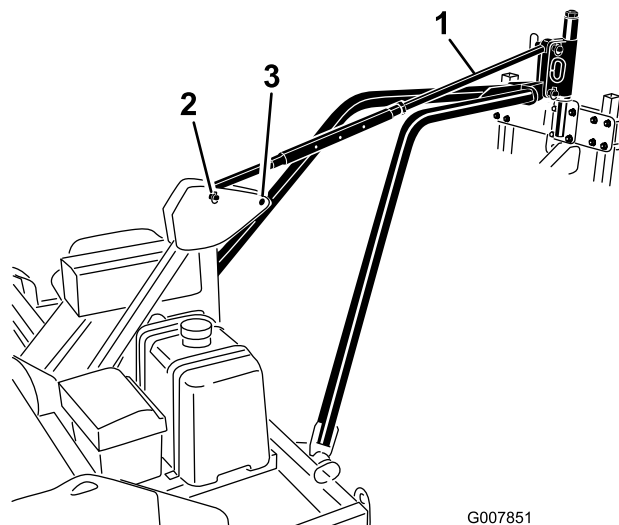

図 14
5. 牽引アーム・ヒッチ・プレートの穴を、エアレータのヒッチ・ピボットの下側の穴に合わせる（図 14）。ヒッチ・ピンとリンチ・ピンを使って、牽引アームのヒッチ・プレートを、エアレータのヒッチ・ピボットに固定する。
7. ヒッチ・ピンとリンチ・ピンを使って、ピッチ・コントロール・リンクを、エアレータのヒッチ・ピボットの上穴とフレーム・ヒッチ・ピボットに固定する（図 14）。